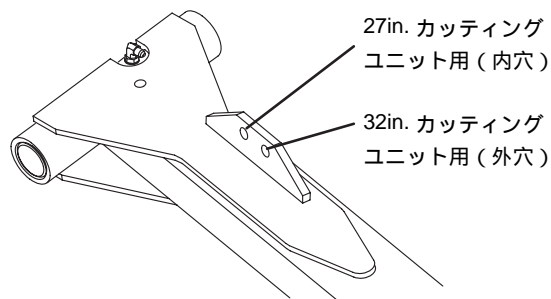

図 8
8. クレビスピンとコッターピンを使って、昇降チェーンの他方の端部を昇降アーム取り付けタブの穴に固定する (図8)。